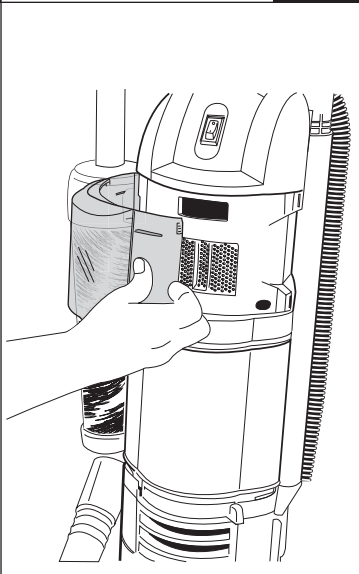

FIG. 14
Step 1: Remove top filter cover by grasping right edge and pivoting to the left (FIG. 14).
Étape 1 : Enlevez le couvercle du filtre du haut en saisissant le côté droit et en le pivotant vers la gauche (FIG. 14).
Paso 1: Quite la tapa del filtro tomando el borde de la derecha y abriéndola hacia la izquierda (FIG. 14).